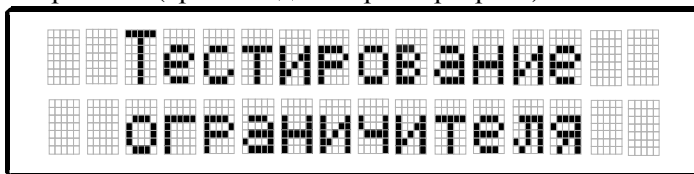

Рисунок 2 — Отображение режима тестирования на дисплее
- убедиться в запуске тестового режима, проконтролировав появление на дисплее сообщения «Тестирование ограничителя» (рисунок 2);